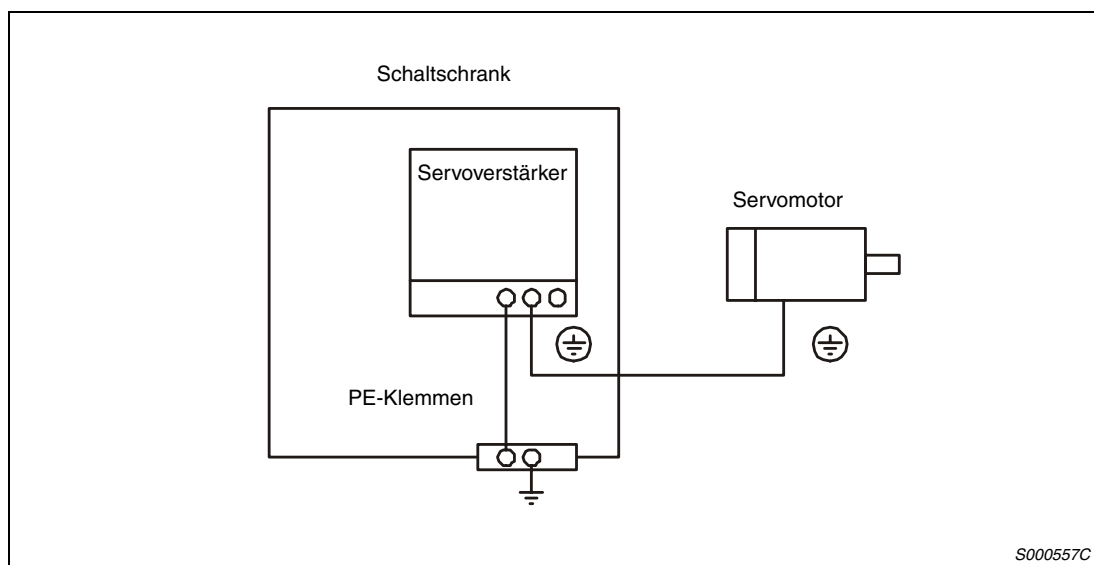

Abb. 3-12: Anschluss der Schutzleiter
- ① Schließen Sie die Servomotoren über den entsprechenden Leistungsstecker an.
- ② Zur Erdung schließen Sie das Erdungskabel des Servomotors an die Klemme der Schutz-erde am Servoverstärker an. Gleichzeitig müssen Sie den Servoverstärker über die Erdung des Schaltschranks erden. Siehe Abb. 3-12.
- ③ Bei Einsatz eines Servomotors mit Haltebremse ist diese über eine externe Spannungsquelle 24 V DC anzuschließen.